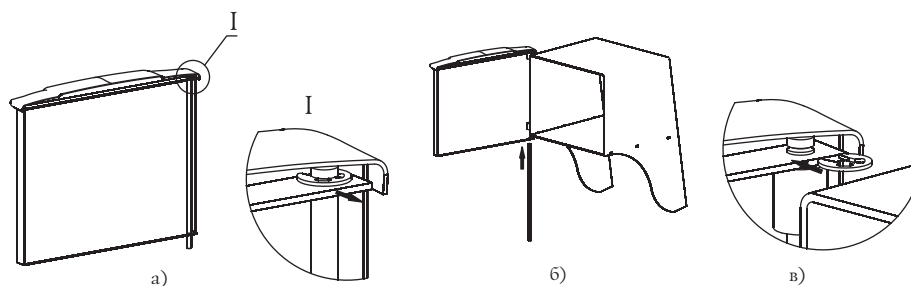

Рисунок 6. Установка дверцы при монтаже печи.
- Извлеките ось из дверцы, предварительно сняв упорную быстросъемную шайбу, рисунок 6.а;
- Вставьте ось через отверстия снизу вверх, с расположением канавки под шайбу в верхней части оси, рисунок 6.б;
- Установите упорную быстросъемную шайбу в канавку на оси, рисунок 6.в